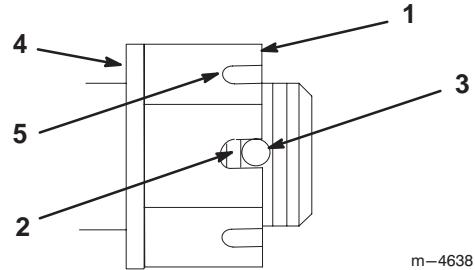

Bild 56
3. Ziehen Sie die Schlitzmutter mit 169,5 Nm an (Bild 56).
4. Kontrollieren Sie den Abstand zwischen der Unterseite des Schlitzes und dem inneren Rand des Lochs. Es dürfen nur maximal zwei Windungen sichtbar sein (Bild 56).
5. Entfernen Sie die Mutter, wenn mehr als zwei Windungen sichtbar sind und legen zwischen der Nabe und der Mutter eine Scheibe ein (Bild 56).
6. Ziehen Sie die Schlitzmutter mit 169,5 Nm an (Bild 56).
7. Ziehen Sie die Mutter so weit fest, dass der nächste Satz von Schlitzten mit dem Loch in der Welle abgestimmt ist (Bild 56).